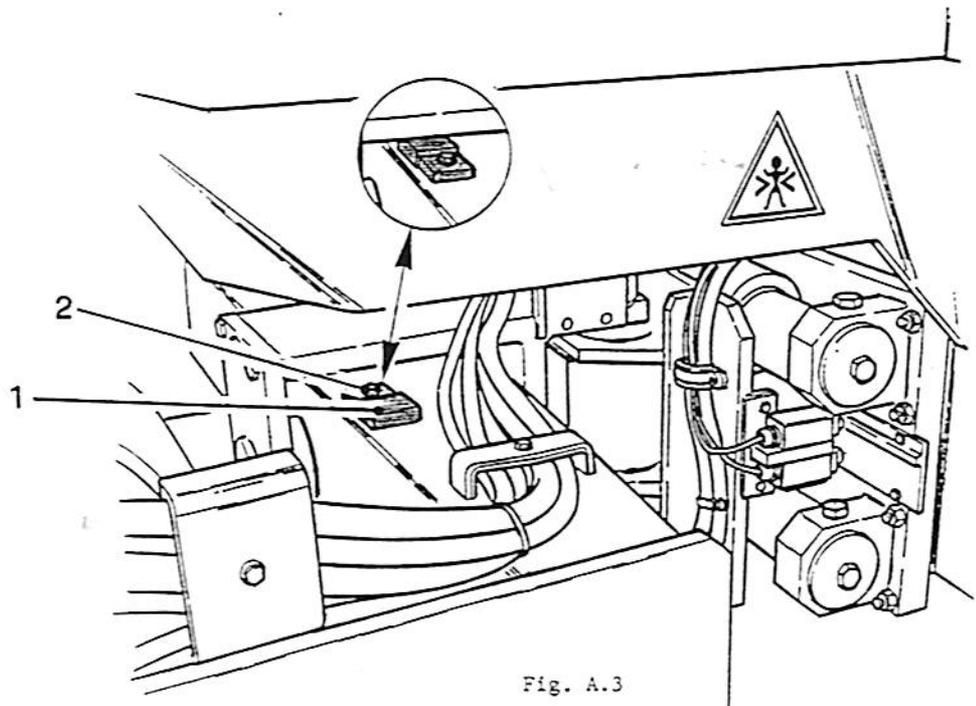

Fig. A.3
C3) Rifornimenti : (rif. Fig. A.3)
Applicazione cunei (Fig. A.3): allentare la vite (2) e ruotare il cuneo (1) di 180° (uno per lato). Stringere la vite (2).